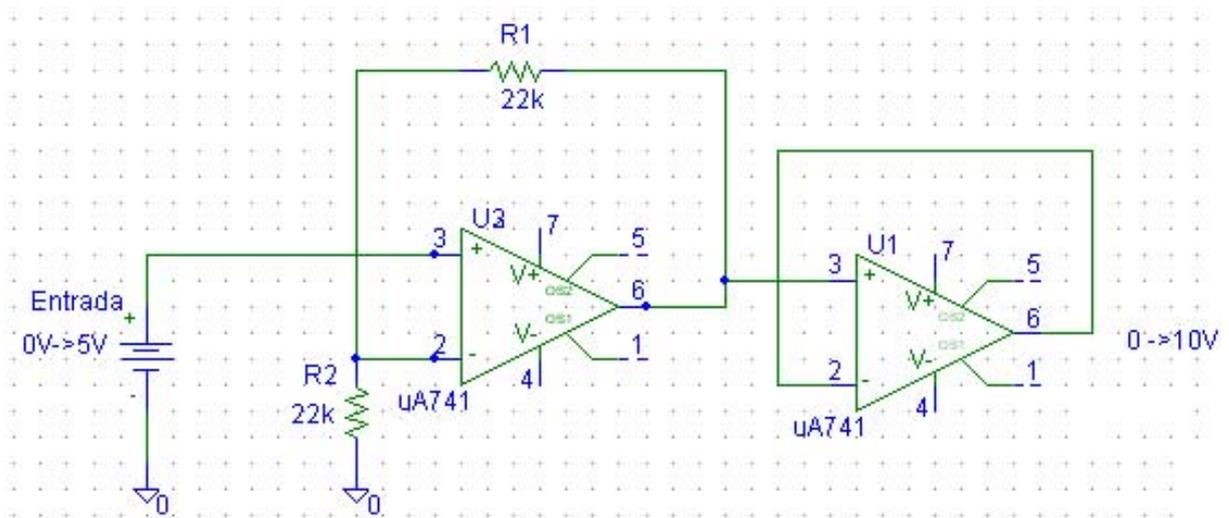

Figura 91: Amplificador de voltaje no inversor con seguidor de voltaje a la salida.
1. Amplificar el rango de  $[0V, 5V]$  a  $[0V, 10V]$ . Con un amplificador operacional configurado como amplificador de voltaje no inversor con una ganancia de 2. Su diagrama se muestra en la figura 91.